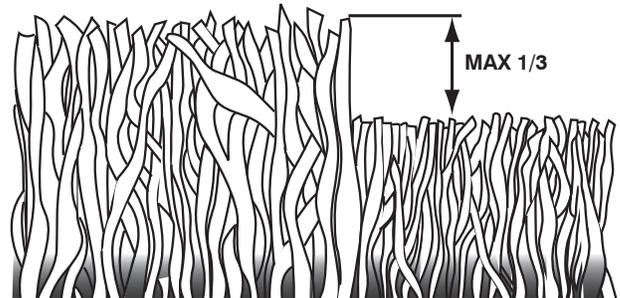

Figure 19
- Pour les meilleurs résultats, ajustez la hauteur de coupe de la tondeuse afin que la tondeuse coupe seulement le tiers du haut de l'herbe (Figure 19). Au cas où l'herbe est très haute, il sera nécessaire d'élever la hauteur de coupe pour réduire les efforts de propulsion, pour éviter de surchauffer le moteur et pour éviter l'agglutination et l'abandon de masses d'herbe coupée. Pour les conditions de broyer de l'herbe très difficiles, réduisez la largeur de coupe en imbriquant l'allée auparavant coupée et tondez lentement.